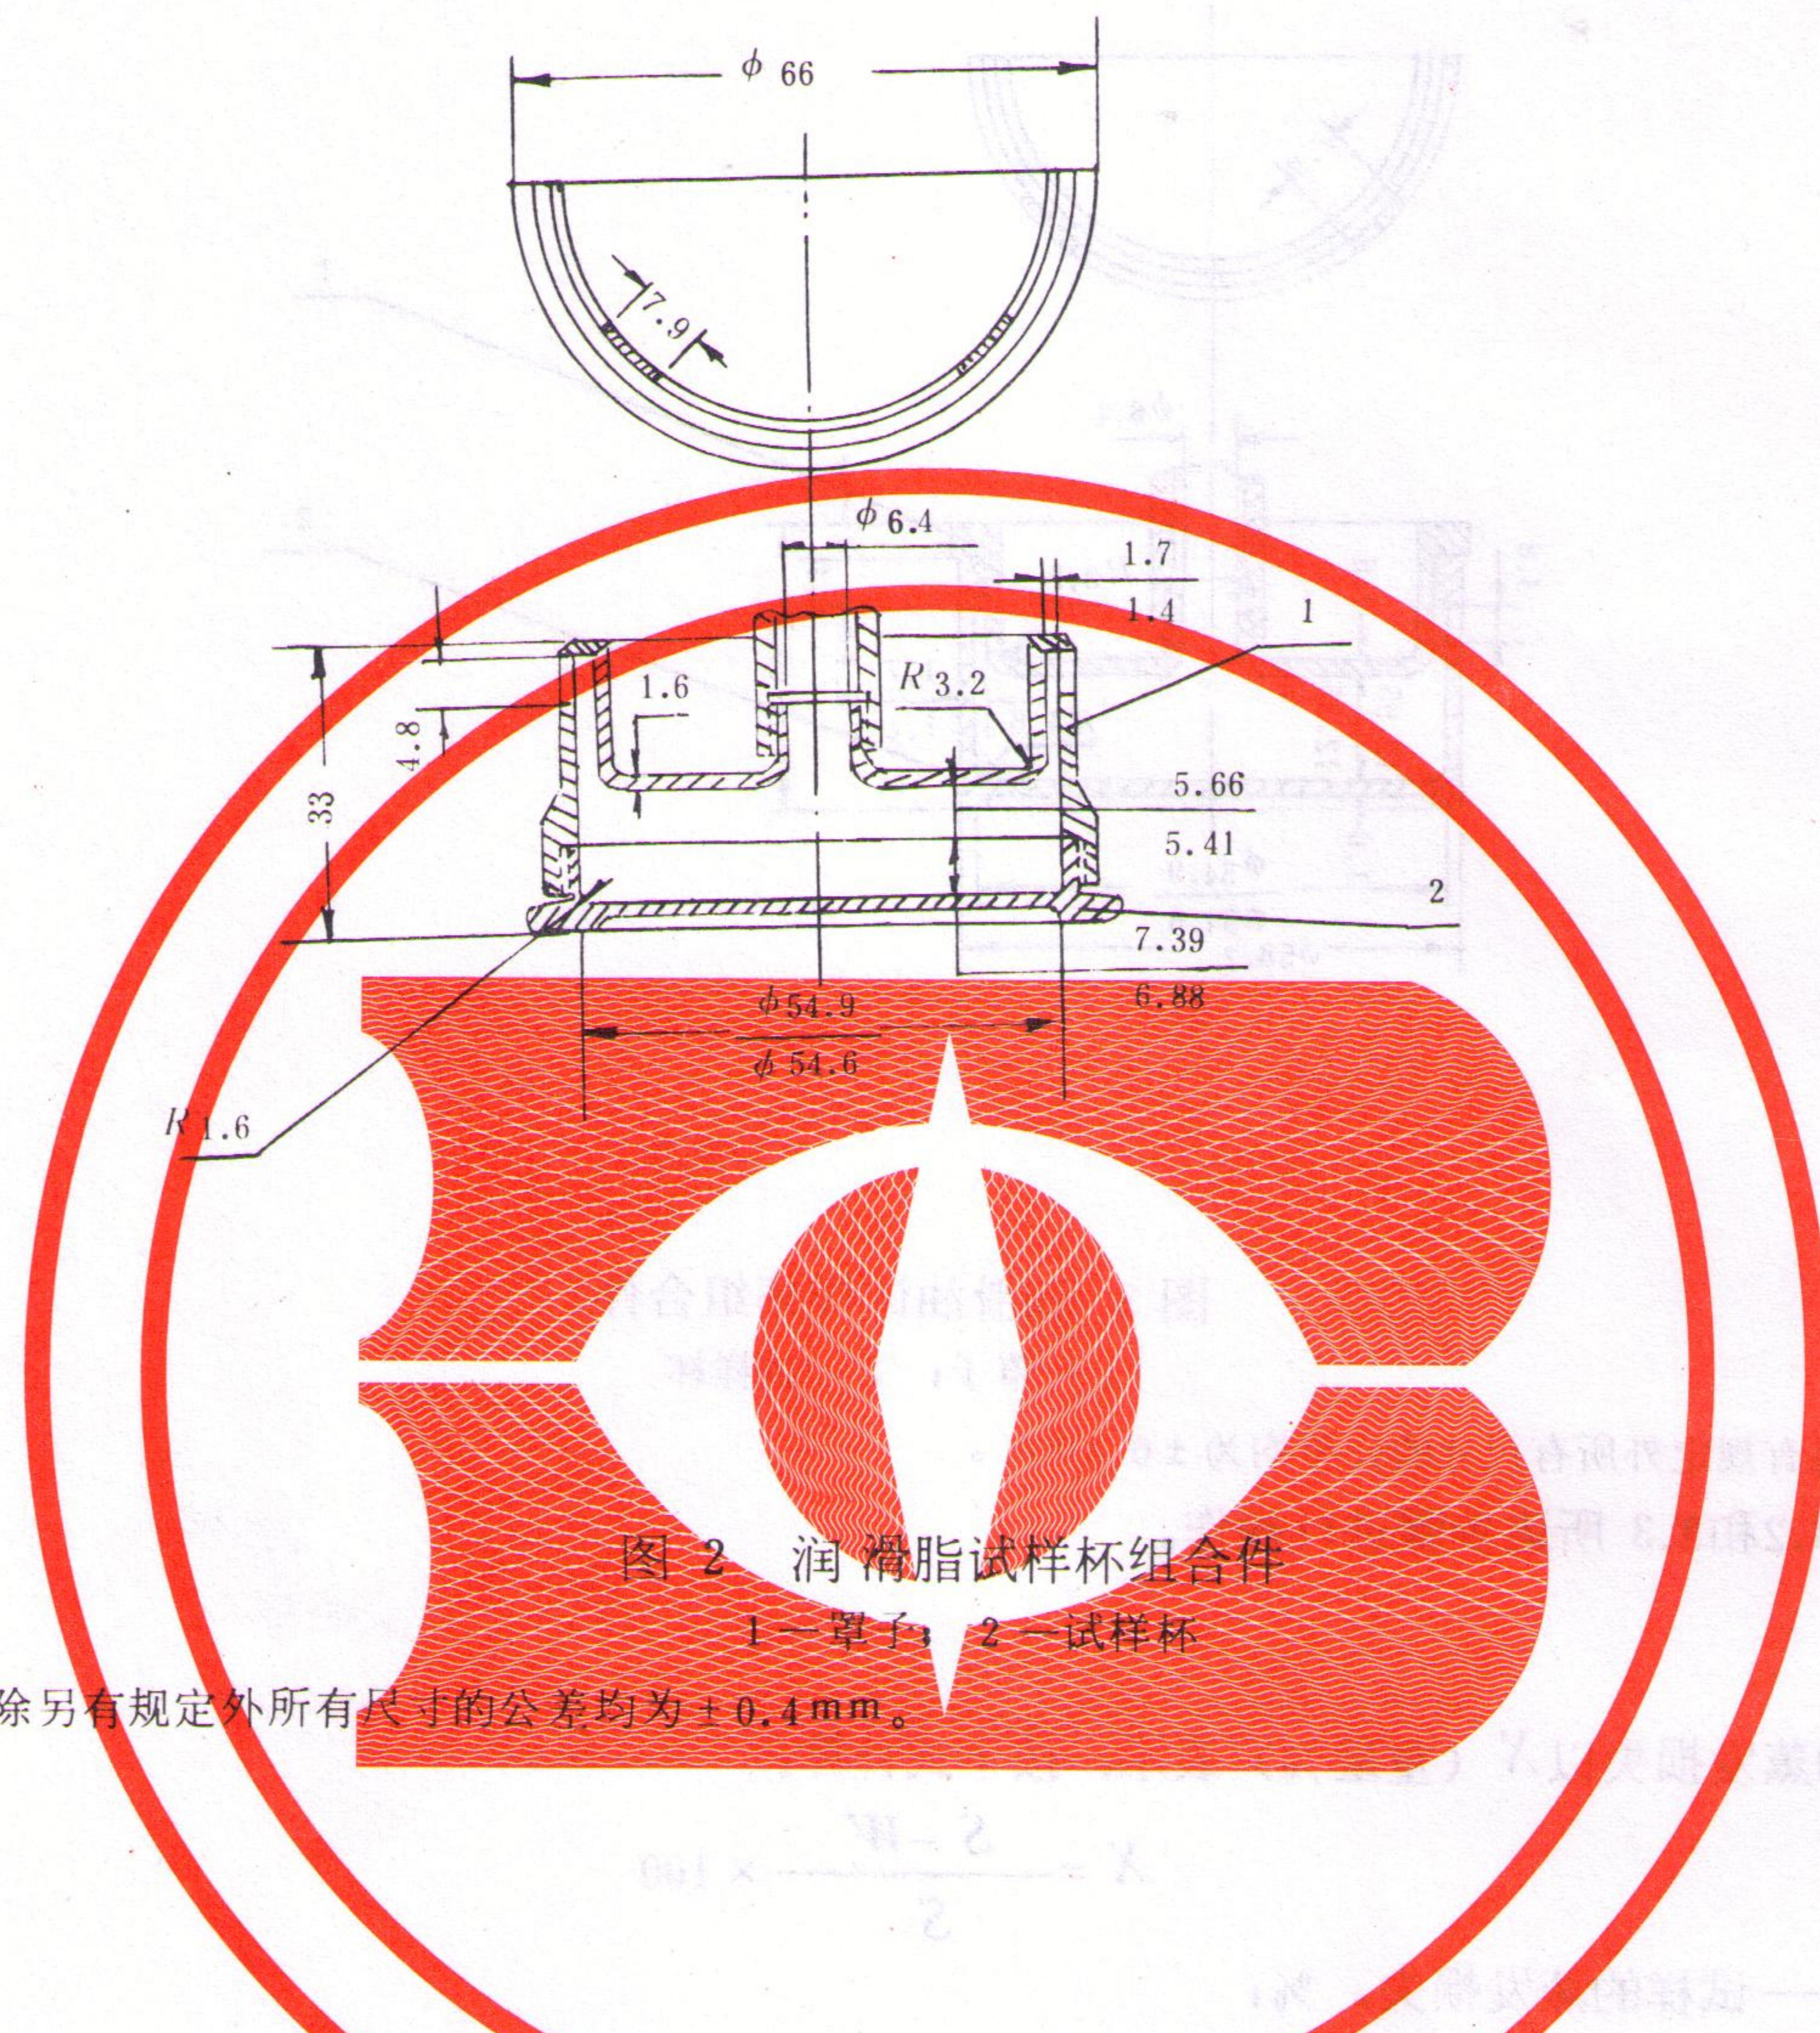

图 2 润滑脂试样杯组合件
**3.1** 称量洗净的试样杯和罩子（图 2 所示）精确至 1 mg。取掉罩子，将脂杯填满润滑脂，操作中应小心，以防空气混入，用直边刮刀刮润滑脂使和脂杯边缘相平，用干净的棉纱擦掉留在脂杯边缘或螺纹处的润滑脂，把罩子紧密地拧到脂杯上而不要触动已刮平的润滑脂表面。称量组合件并记录试样的净重，精确至 1 mg。